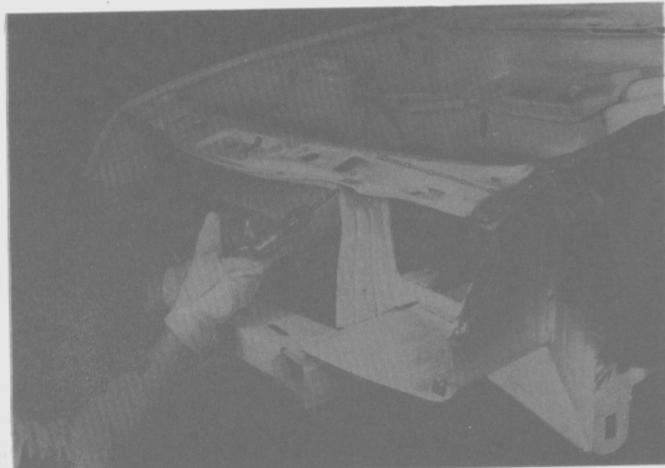

Fig. 110
- Taladrar los puntos de soldadura del panel del soporte de radiador en la unión con el panel del guardabarro delantero interior y el panel de montaje del faro (Fig. 110).